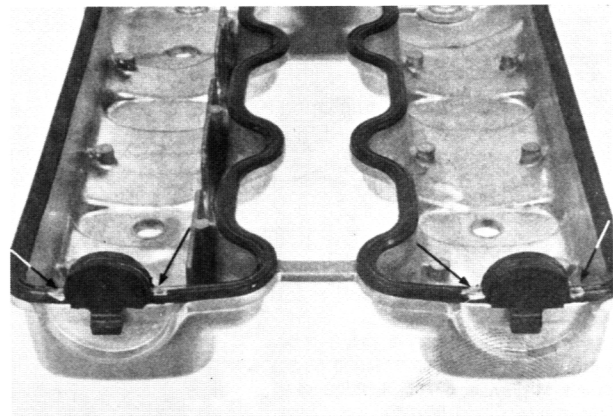

Bild 47
- Dichtung reinigen und Dichtungsmasse gemäss Bild 47 auf die Zylinderkopfdeckeldichtung auftragen, angrenzend an die Seitendeckel.